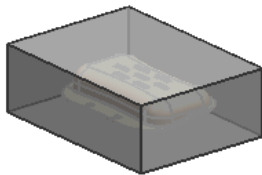

图 1.4 创建后的工件
Step4. 单击 **< 确定 >** 按钮，完成创建后的模具工件如图 1.4 所示。